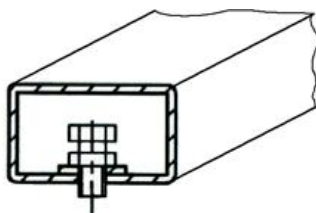

Рисунок 4.2
① После транспортирования или хранения станка при температуре воздуха ниже $+5^{\circ}\text{C}$, необходимо перед распаковкой выдержать станок при температуре $(25 \pm 10)^{\circ}\text{C}$ в течение не менее 4 часов.
4.2.2 Установить станок на ровное жесткое основание, допустимое отклонение основания от горизонтали – 0.5° (8 мм на 1 метр), так, чтобы все опоры станка касались основания. Это обеспечивается при помощи 2-х регулируемых опор (рисунок 4.2).